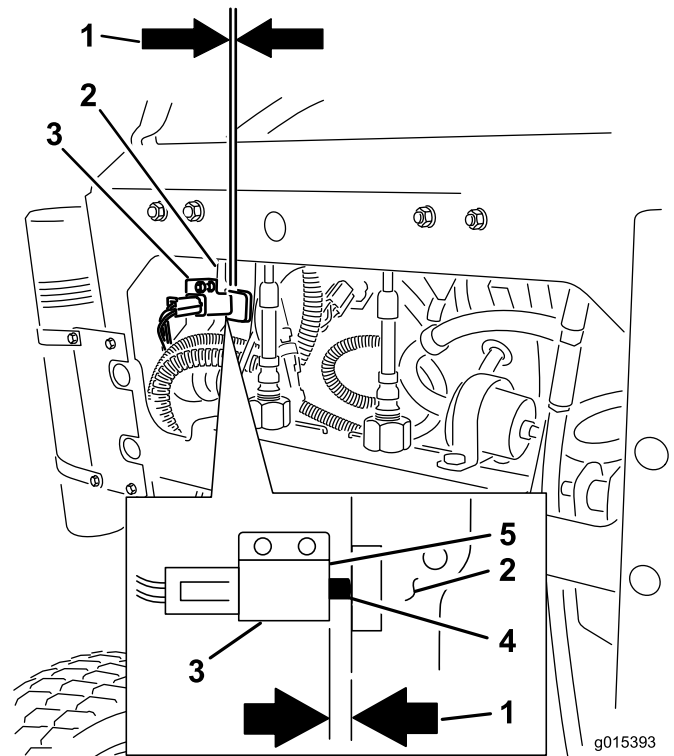

Figura 65
12. Compruebe la distancia entre la palanca de freno y la cara del interruptor, según se muestra en Figura 65.
11. Después de ajustar el freno, compruebe el interruptor de la palanca (Figura 65).